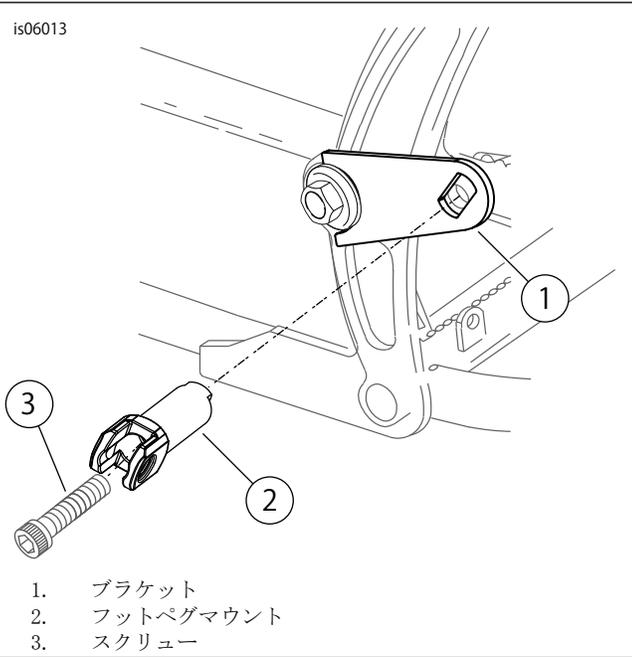

図2。ブラケットとフットペグマウントの取り付け
1. 「図2」を参照してください。次の方法でフットペグブラケット(1)とマウント(2)を取り付けます: